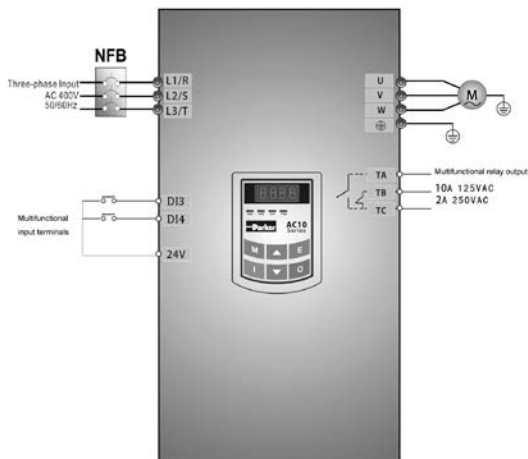

Abbildung 4-2 Verdrahtungsplan 2
- (1) Verbinden Sie die Kabel entsprechend Abbildung 4-2. Nachdem die Verkabelung erfolgreich überprüft wurde, schalten Sie den Belüftungsschalter und den Wechselrichter ein.